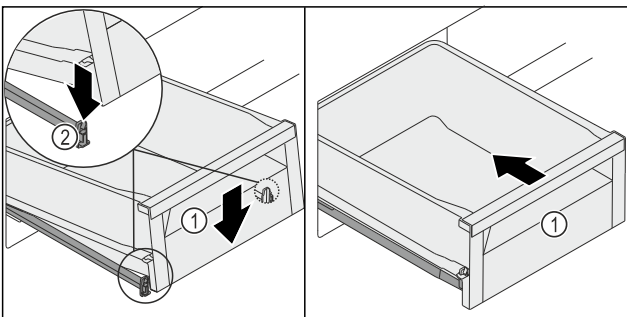

Fig. 260
- ▶ Schubfach Fig. 260 (1) vorne absenken, so dass das Schubfach links und rechts in die Klemme Fig. 260 (2) rutscht.
- ▶ Schubfach Fig. 260 (1) rastet hörbar ein.
- ▶ Schubfach Fig. 260 (1) einschieben.